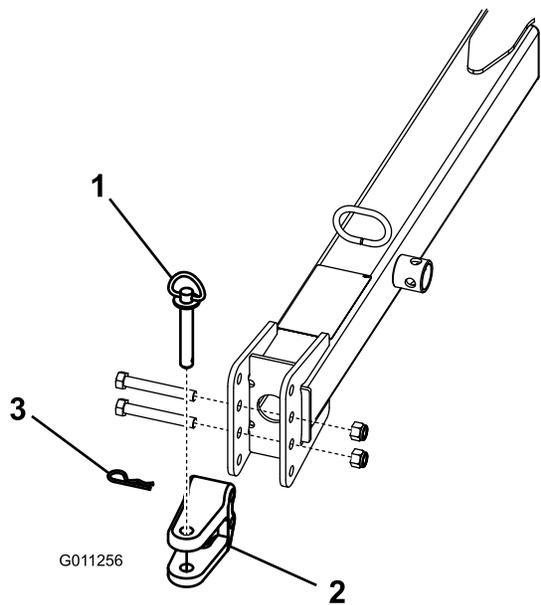

図 9
- ヒッチクレビス 図 9 をヒッチトングに固定しているボルトとロックナットを外す。